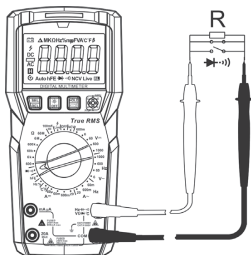

Рис. 7 Проверка целостности
7.4 Проверка целостности (см. рис. 7)